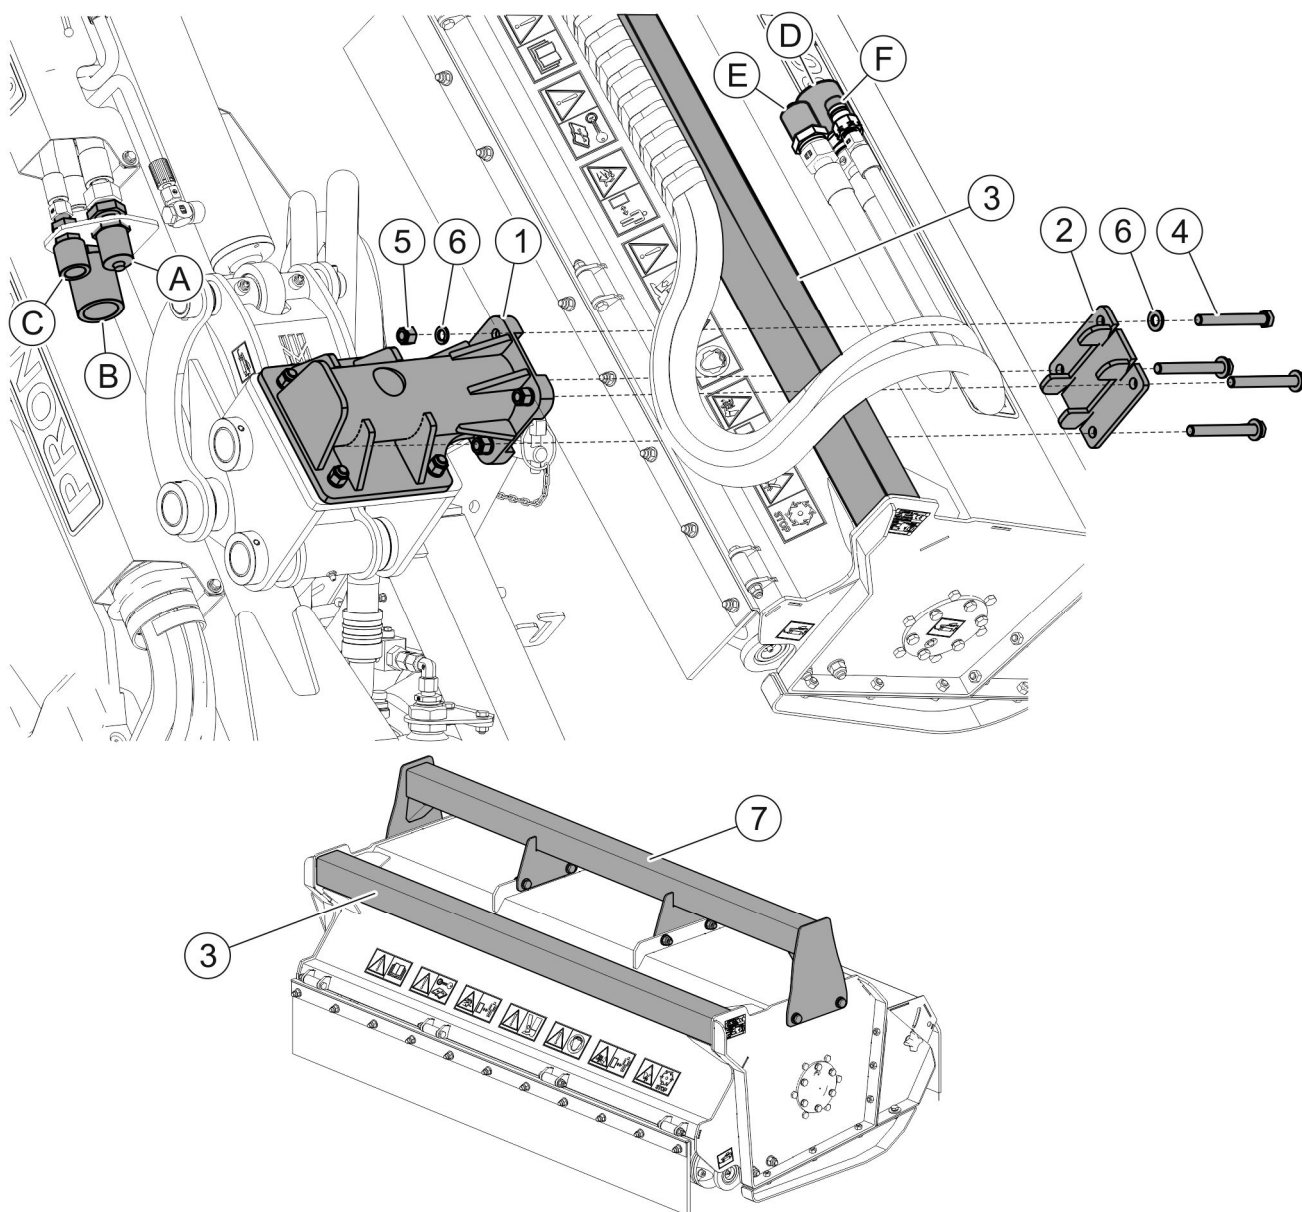

РИСУНОК 4.1 Підключення косарки до багатофункціональної стріли.
(1)- тримач під'єднувального вузла робочої головки багатофункціональної стріли; (2)- замок під'єднання робочої головки багатофункціональної стріли; (3)- тримальна балка 60x60 косарки; (4)- болти кріплення косарки; (5)- гайки; (6)- шайби; (7)- центральна тримальна балка 60x60 косарки GK100L / GK120L / GK140L (додатково); (A) - швидкознімна муфта гідравлічного живлення косарки; (B) - швидкознімна гідравлічна муфта зворотного контуру головки; (C) - швидкознімна гідравлічна муфта плаваючого режиму; (D) - швидкознімна гідравлічна муфта живлення головки; (E) - швидкознімна гідравлічна муфта зворотного контуру головки; (F) - швидкознімна гідравлічна муфта плаваючого режиму гідравлічного двигуна.
Косарку PRONAR GK80L / GK100L / GK120L / GK140L можна під'єднувати до багатофункціональної стріли з робочою головкою ТИПУ 60 (1) (РИСУНОК 4.1), двома гідравлічними швидкознімними муфтами (А) і (В) для живлення гідравлічного двигуна та однією гідравлічною швидкознімною муфтою плаваючого режиму (С).
Щоб під'єднати косарку до головки багатофункціональної стріли (РИСУНОК 4.1), необхідно скористатися такими рекомендаціями:
Гідропровід плаваючого режиму (F) (РИСУНОК 4.1) гідравлічного двигуна косарки необхідно під'єднати до швидкознімної муфти плаваючого режиму (C) багатофункціональної стріли. Якщо під'єднання не буде виконано, може пошкодитись гідравлічний двигун косарки.